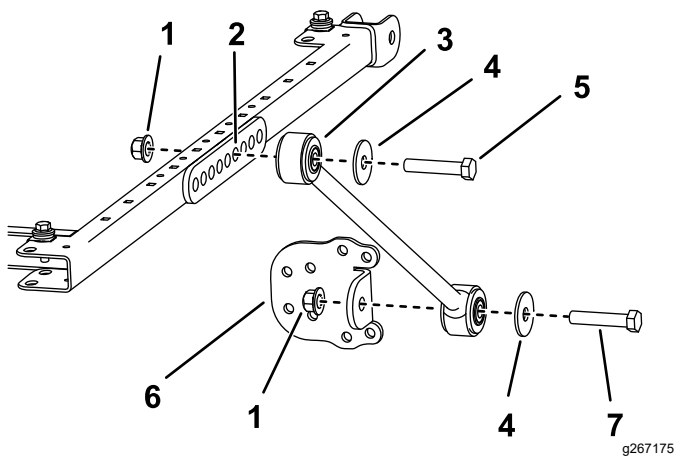

図 27
11. サンシェードのフレームの左右それぞれの側で、ブラケット取り付け部の 6 番目の穴にブレースを仮止めするボルト 1/2 x 2 3/4"、ワッシャ 1/2"、フランジナット 1/2" を使用して図 27 のように取り付ける。
12. 各ブレースに、ブレースブラケットを仮止めするボルト $\frac{1}{2}$  x  $2\frac{1}{2}$ "、ワッシャ $\frac{1}{2}$ "、フランジナット $\frac{1}{2}$ "を使用し、図 27のように取り付ける。